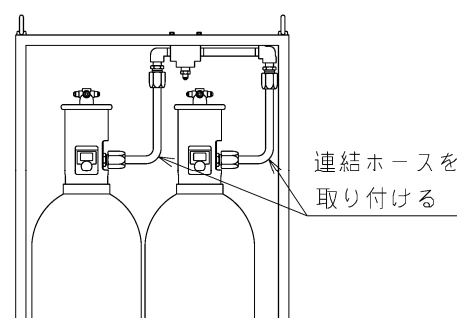

図8. 連結ホースの取り付け
- (7) 図8の様に容器弁アダプターと集合管アダプターを連結ホースで接続してください。